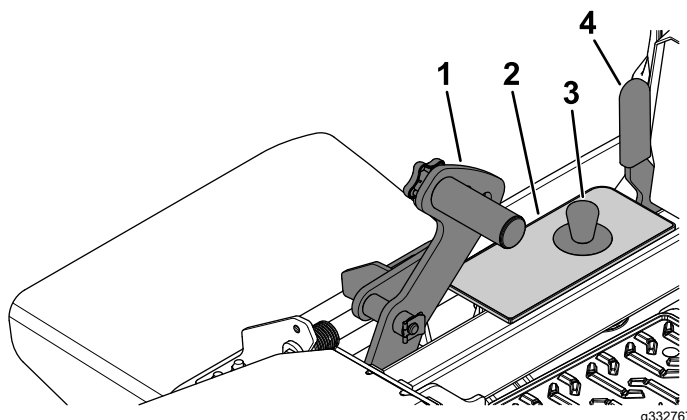

Figura 29
1. Apăsai complet în față pedala pentru ridicarea punii pentru a bloca puntea mainii de tuns iarba în poziția de TRANSPORT (de asemenea, poziția înălțimii de tăiere la 140 mm) conform Figura 29.
2. Pentru reglare, îndepărtați tiftul din consola pentru înălțimea de tăiere (Figura 29).
3. Selectați un orificiu din consola pentru înălțimea de tăiere care corespunde înălțimii de tăiere dorite și introduceți tiftul (Figura 29).